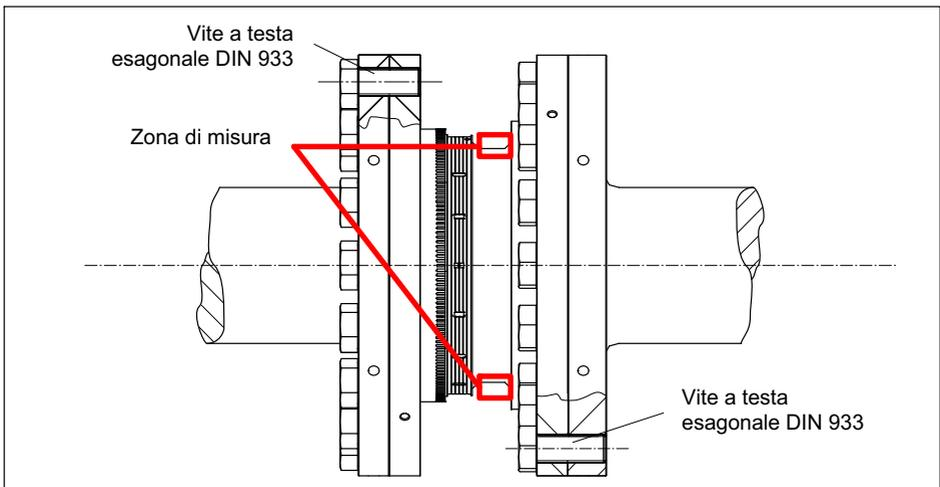

Fig. 5.5 Imbullonamento del rotore
Durante il montaggio fare attenzione a non danneggiare la zona di misura marcata in Fig. 5.5, ad es. utilizzandola per appoggiare o premere gli utensili di serraggio delle viti. Ciò potrebbe danneggiare il trasduttore provocando errori di misura o addirittura distruggerlo.
2. Per avvitare la flangia (vedere Fig. 5.5) usare viti a testa esagonale DIN 933 di lunghezza adatta (dipendente dalla geometria dell'accoppiamento, vedere Tab. 5.1 a pagina 26).